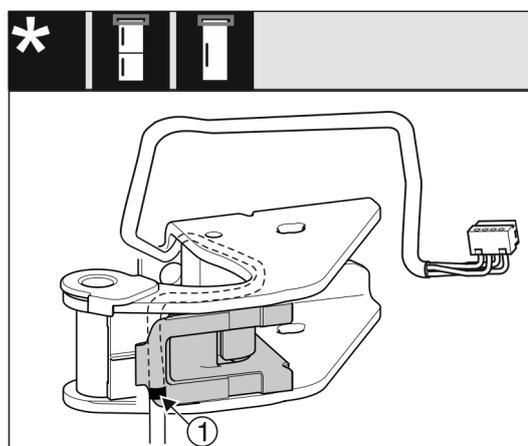

Fig. 26
- ▶ La marca del medio se debe encontrar en el canto del soporte del cable Fig. 26 (1).